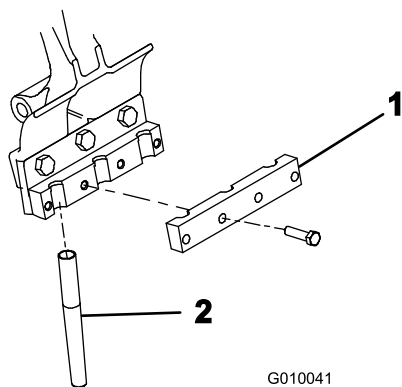

Figure 25
- Montez un serre-louchets sur chaque porte-louchets au moyen de 4 vis (3/8 x 1-1/2") (Figure 25), sans les serrer. Ne serrez pas les vis.